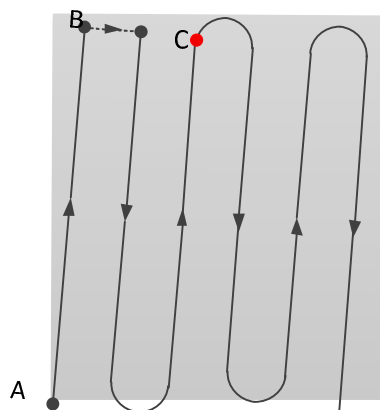

图 3-3 移动整体航线
- 作业过程中，若飞行路线有所偏离，则每向前推/向后拉俯仰杆持续 1 秒，飞行器整体既定航线将向前/向后移动 1 米，如图 3-3 所示。移动完毕后，飞行器将继续作业。